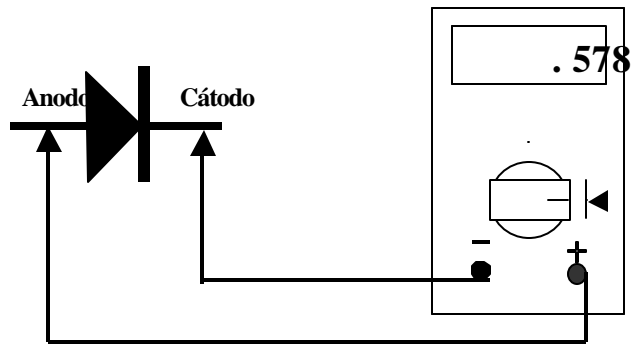
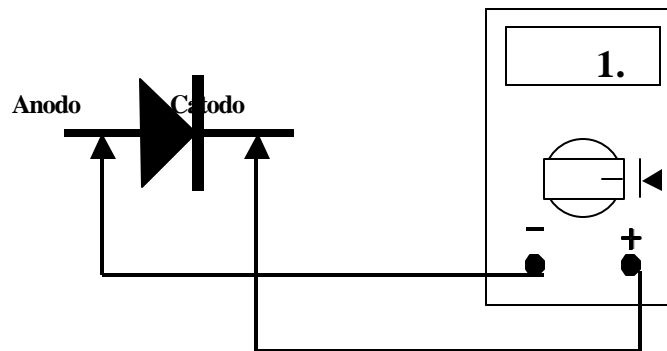

Fig. 1 - Diodo polarizado por el multímetro en el sentido de conducción
Fig. 2 - Diodo polarizado por el multímetro en el sentido inverso de conducción
En las Fig.1 y Fig.2 se puede apreciar como utilizar un multímetro digital que contenga la función medición de diodos.
Se ha seleccionado por medio de la llave selectora la función Medición de Diodos, luego se ha conectado la punta positiva del multímetro al ANODO del diodo y la negativa al CATODO (Fig.1).
Como se aprecia en la Fig.1, dicho voltage es el que se lee en el display del instrumento. Según el tipo de diodo de silicio medido, esa tensión estará comprendida entre 0,5 a 0,7 volts.
Se observa en la Fig.2 que se han invertido las conexiones de las puntas del multímetro, o sea que la punta positiva se ha conectado al CATODO y la negativa al ANODO. Ahora la juntura del diodo ha sido polarizada inversamente, por lo tanto el diodo no conduce y en el display no se presenta ninguna lectura válida.
- **Anteriormente, cuando se hizo referencia a la utilización de un multímetro digital, se explicó que las puntas del multímetro se conectaban positiva a ánodo y negativa a cátodo para polarizar la juntura del diodo en el sentido directo o de conducción. (Fig.1)**